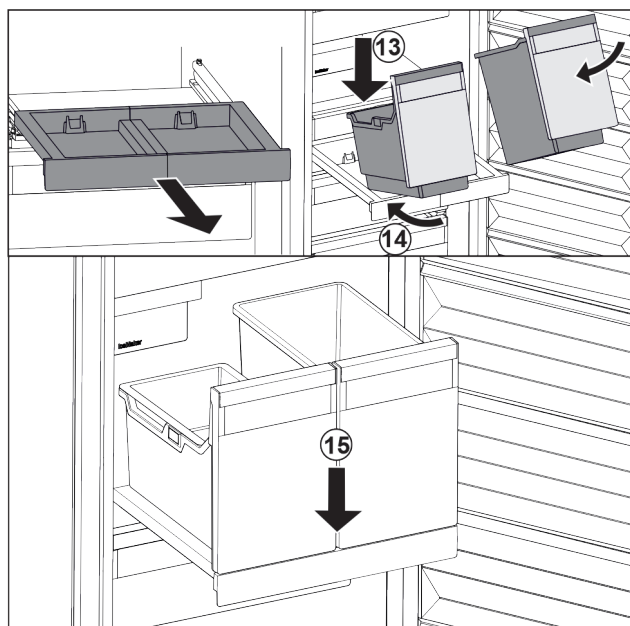

Fig. 106
- 将容器斜放在拉出式搁板上。 Fig. 106 (13)
- 将容器斜着向后推入。 Fig. 106 (14)
- 放下容器前部。 Fig. 106 (15)